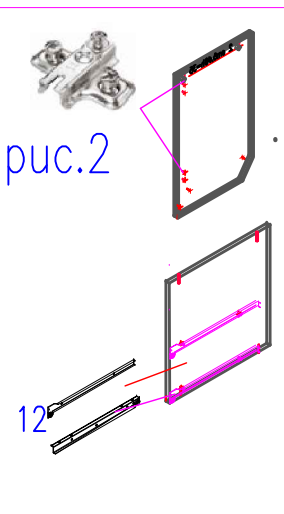

рис.2
2. На дет.3 установить шканты Ф №18 и штоки эксцентриков Ф №14. На посадочные места дет.1,2 установить монтажные планки Ф.№5(рис.2)
7. В посадочные места дет.1,2,5,6 установить полкодержатели Ф №16(рис.2).